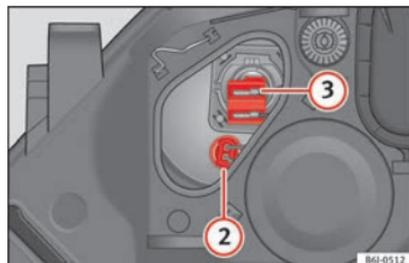

Fig. 95 Luz de presença e luz de máximos.
- Extraia o conector »» Fig. 95 ② puxando para fora.
- Extraia o conector »» Fig. 95 ③ puxando para fora.